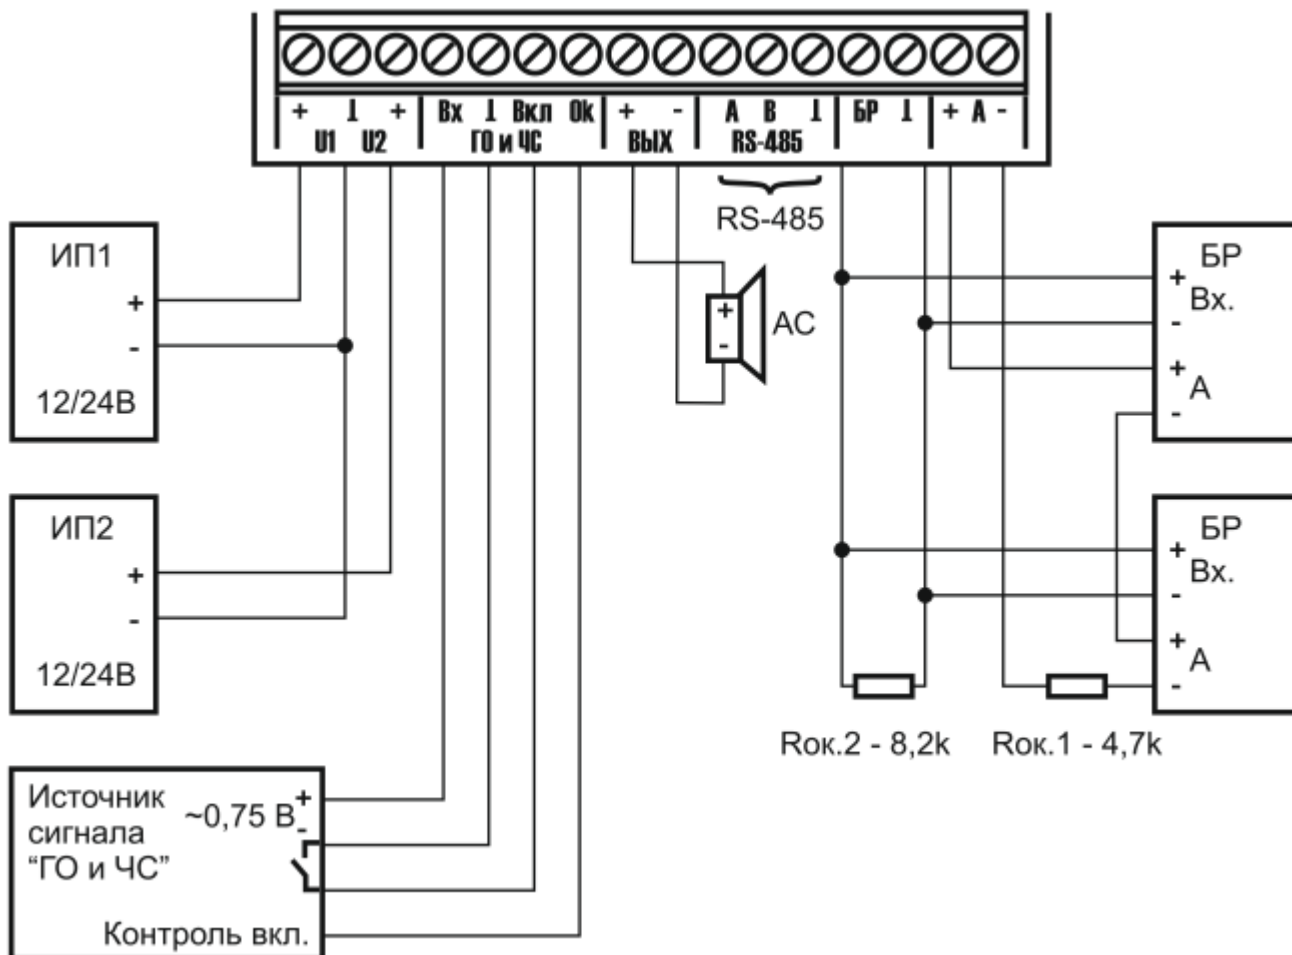

Рис. 2 Схема подключения
- 4.4.4 В случае использования блоков расширения подключить выход «БР» к входам «Вх.» данных блоков. В конце линии установить оконечный резистор 8,2 Ком. Далее соединить все входы «+ А -» блоков расширения последовательно через оконечный резистор 4,7 КОм и подключить их к выходу контроля блоков расширения, как показано на Рис. 2.
** под неисправностью понимается неисправность любого из блоков расширения, подключенных к цепи контроля (см. Рис. 2) или обрыв непосредственно самой цепи контроля блоков расширения.*